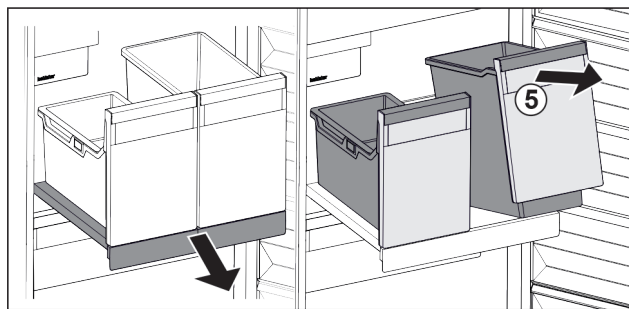

Fig. 104
- ▶ Ridicați recipientul Fig. 104 (5) din față.